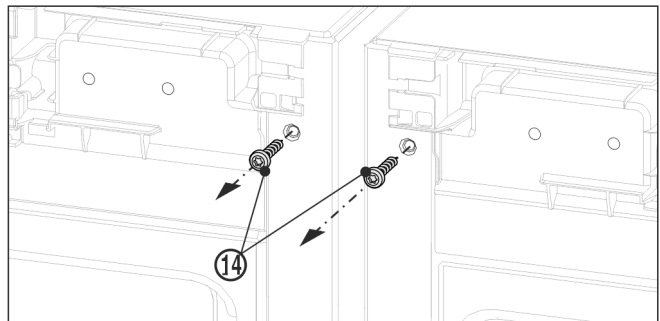

Fig. 12
- ▶ Voor de montage van het bovenste hoekstuk beide aardingschroeven Fig. 12 (14) eruit draaien.